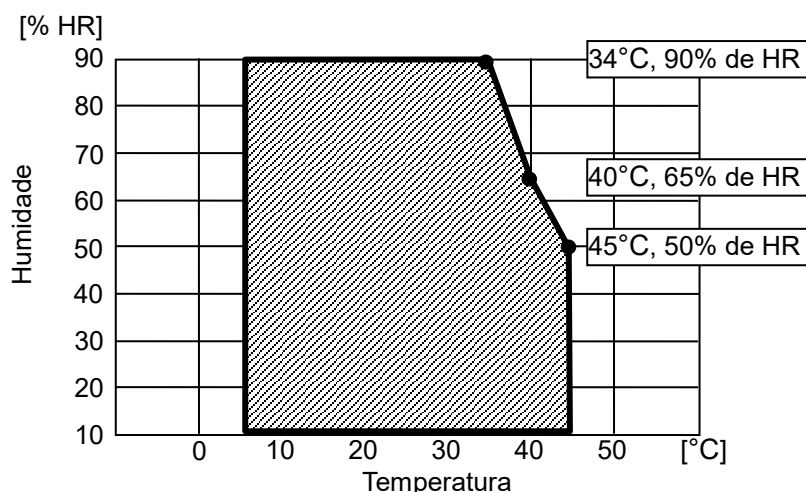

Figura 18-1 Temperatura de funcionamento e intervalo de humidade
*3: a humidade garantida a cada temperatura encontra-se dentro do intervalo apresentado na Figura 18-1.